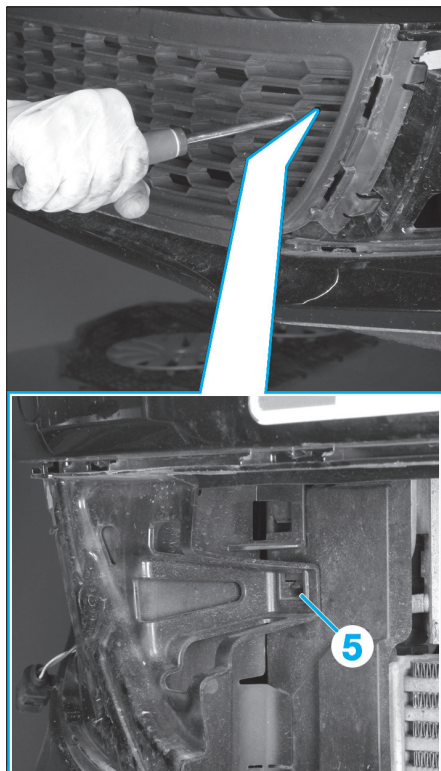

FIG. 108
• A l'aide d'un tournevis long, dégrafer symétriquement le bouclier en (5), (6) et (7) (Fig.108), (Fig.109) et (Fig.110).